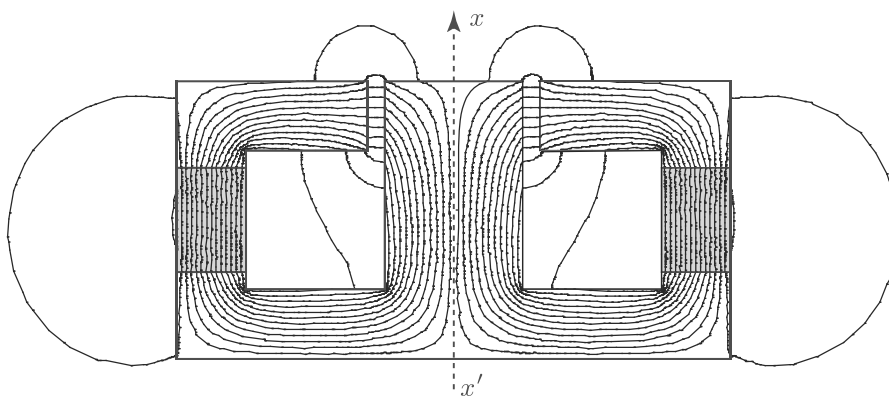

FIGURE 4 – Tracé des lignes de champ du champ magnétique obtenues par résolution numérique
On suppose dans un premier temps que la bobine n'est parcourue par aucun courant. La résolution numérique des équations issues de l'étude de l'association du circuit magnétique et de l'aimant permanent permet de tracer les lignes de champ (Fig. 4) dans un plan de coupe passant par l'axe  $x'x$ .
❑ 5 — En analysant les lignes de champ représentées en figure 4, justifier que l'on peut considérer que ce flux se conserve dans le circuit magnétique. Établir une relation entre  $\phi_0$  et  $B_a$  puis entre  $\phi_0$  et  $B_e$ . En déduire la relation, notée (2), entre  $B_a$ ,  $B_e$  et des paramètres géométriques du problème.